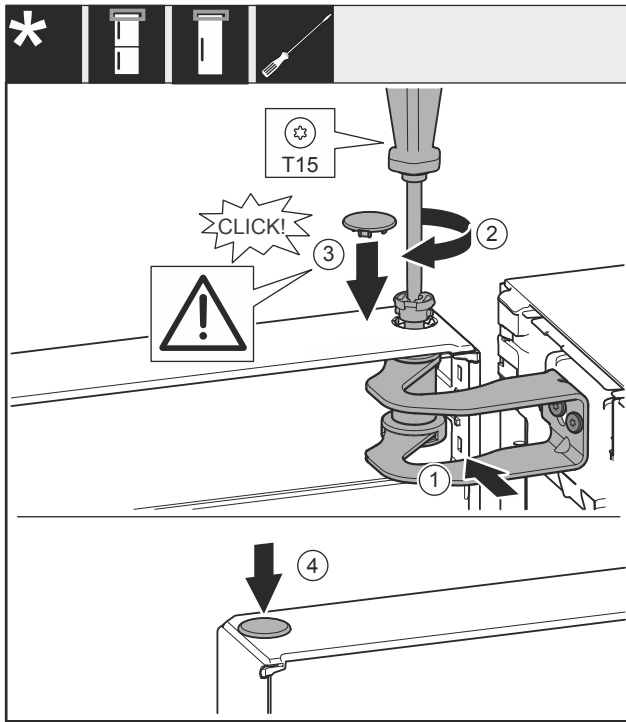

Fig. 22
- Poravnajte vrata prema otvoru u podlošku ležaja Fig. 22 (1).
- Umetnite svornjak Fig. 22 (2) i pritegnite ga odvijačem.
- Postavite poklopac Fig. 22 (3).
- Provjerite da poklopac Fig. 22 (3) naliže na vrata.
- Postavite poklopac Fig. 22 (4).